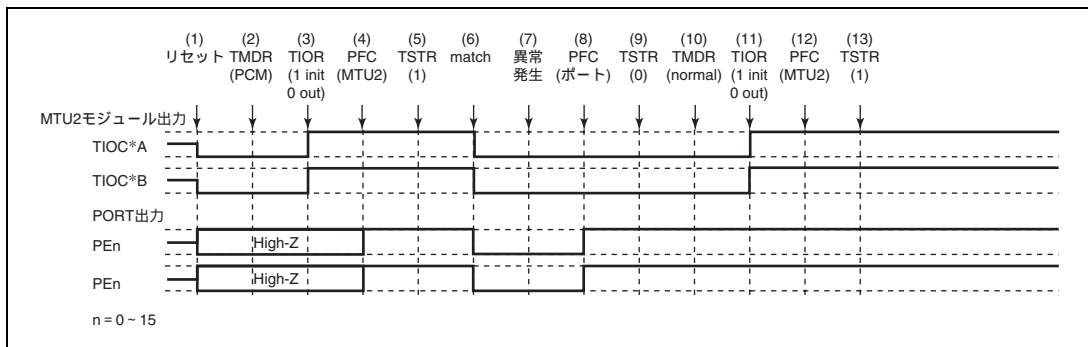

図 12.131 位相計数モードで異常が発生し、ノーマルモードで復帰する場合
位相計数モードで異常が発生し、再設定後ノーマルモードで再スタートする場合の説明図を図 12.131 に示します。
(1) ~ (9) は図 12.131 と共通です。
(10) PWM モード 1 を設定します。
(11) TIOR で端子を初期化してください (PWM モード 1 では TIOC*B 側は初期化されません)。
(12) 汎用入出力ポートで本モジュール出力としてください。
(13) TSTR で再スタートします。
(19) 位相計数モードで動作中に異常が発生し、PWM モード 2 で再スタートする場合の動作
(10) PWM モード 2 を設定します。
(11) TIOR で端子を初期化してください (PWM モード 2 では周期レジスタの端子は初期化されません)。
(12) 汎用入力ポートで本モジュール出力としてください。
(20) 位相計数モードで動作中に異常が発生し、位相計数モードで再スタートする場合の動作
(10) 位相計数モードで再スタートする場合には必要ありません。
(11) TIOR で端子を初期化してください。
(21) 相補 PWM モードで動作中に異常が発生し、ノーマルモードで再スタートする場合の動作